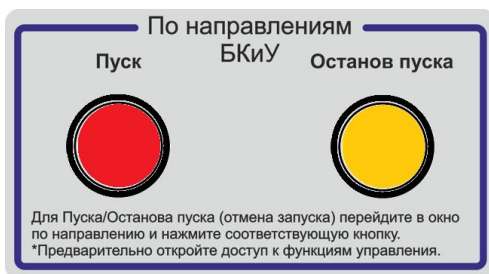

Рисунок 6 – Раздел управления «По направлениям БКиУ»
8.14 Для управления пуском и остановом пуска средств пожаротушения по направлениям с поста охраны предусмотрены кнопки «Пуск» и «Останов пуска» в разделе «По направлениям БКиУ» (рисунок 6). С помощью кнопки «Останов пуска» можно выполнить приостановку отсчёта времени до запуска средств пожаротушения или остановить запуск, а с помощью кнопки «Пуск» выполнить досрочный пуск (до завершения отсчёта времени). Алгоритм действий по управлению и остановом пуска описан в п.15.16-15.19.